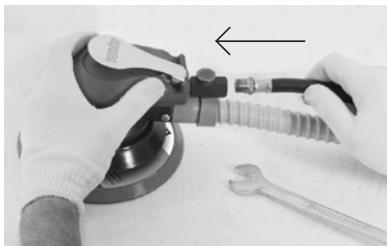

Fig. 6 – Montagem da alimentação de ar lixadeira
- Conecte a mangueira de ar na ferramenta. Utilize pressão de 90 lbf/pol² - 6,33 kgf/cm² (Fig. 6);